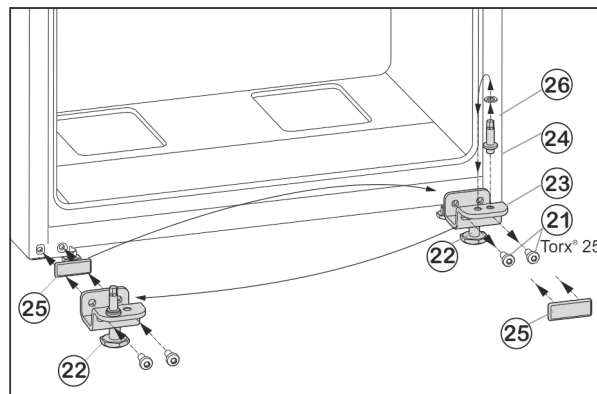

Fig. 7
- ▶ Открутите крепежные винты Fig. 7 (21).
- ▶ Снимите нижний опорный кронштейн Fig. 7 (23) вместе с опорным пальцем Fig. 7 (24), шайбой Fig. 7 (26) и регулируемой опорой Fig. 7 (22).
- ▶ Открутите опорный палец Fig. 7 (24) вместе с шайбой Fig. 7 (26) и, переставив в отверстие на противоположной стороне опорного кронштейна, снова прикрутите.
- ▶ Аккуратно снимите защитную пластину Fig. 7 (25) и переставьте ее на противоположную сторону.
- ▶ Прикрутите нижний опорный кронштейн Fig. 7 (23) вместе с опорным пальцем Fig. 7 (24), шайбой Fig. 7 (26) и регулируемой опорой Fig. 7 (22) с другой стороны шарнира (с моментом 4 Нм), при необходимости используйте аккумуляторный шуруповерт.
- ▶ Установите нижнюю дверцу сверху на опорный палец Fig. 7 (24).
- ▶ Выверните регулирующую опору Fig. 7 (22) на нижнем опорном кронштейне Fig. 7 (23) до ее соприкосновения с полом.